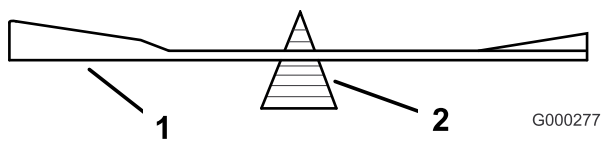
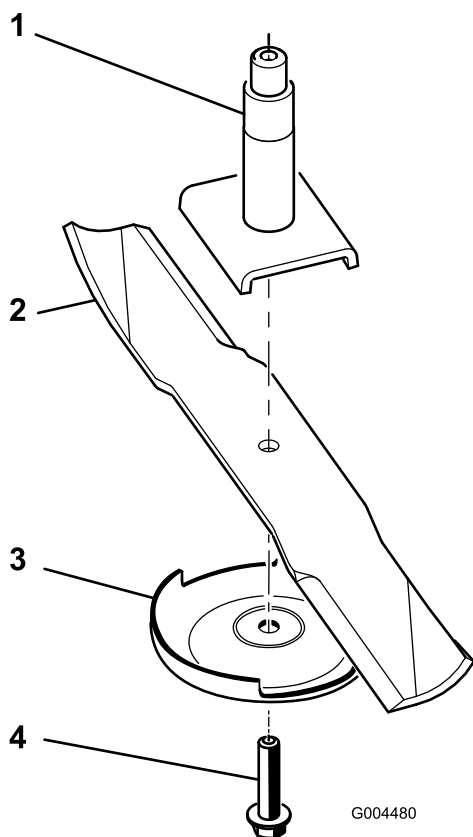

Figura 24
Figura 25
4. Retire del eje de la cuchilla el perno de la cuchilla, el protector de césped y la cuchilla; consulte la Figura 25 en Cómo instalar las cuchillas (página 22).
2. Verifique el equilibrio de la cuchilla colocándola sobre un equilibrador de cuchillas (Figura 24). Si la cuchilla se mantiene horizontal, está equilibrada y puede utilizarse. Si la cuchilla no está equilibrada, rebaje algo el metal en la parte de la vela solamente (Figura 25). Repita este procedimiento hasta que la cuchilla esté equilibrada.
1. Instale la cuchilla en el eje (Figura 25).
2. Instale la placa protectora de césped y el perno de la cuchilla (Figura 25).